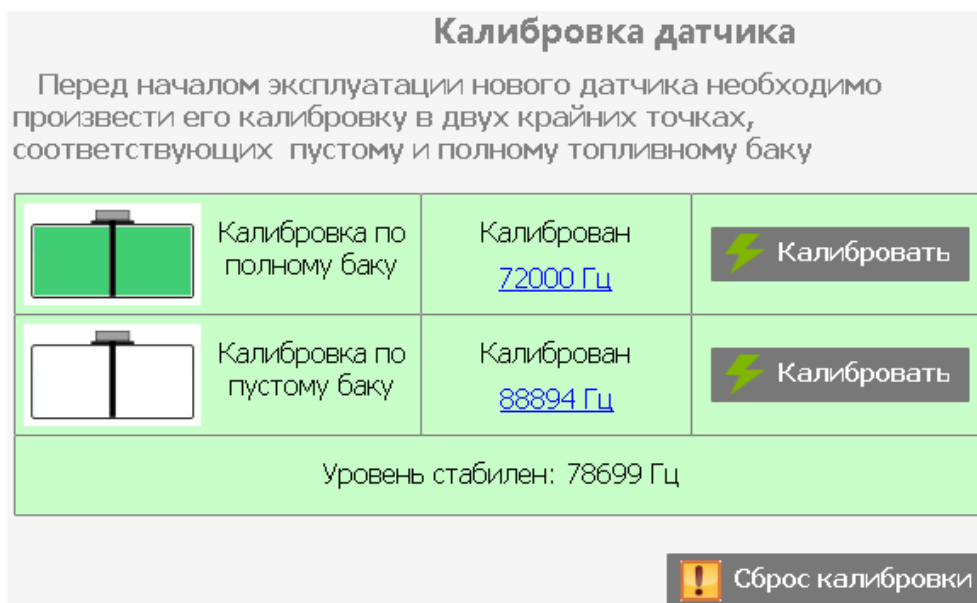

Рисунок 13. Калибровка (датчик калиброван)
5. После стабилизации показаний в программе, произвести калибровку по «полному баку» (рис. 13).
7. После стабилизации показаний в программе, произвести калибровку по «пустому баку» (рис. 13).